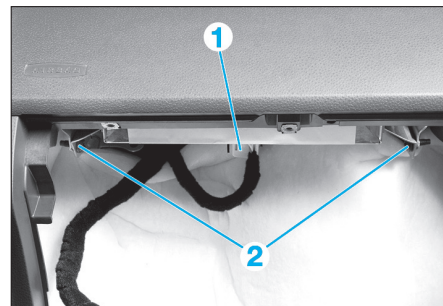

Fig. 2a
- Basculer le cache pour débrancher le connecteur du module d'airbag (1) (Fig.2a).